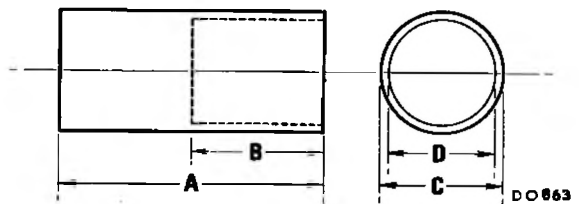

Fig. Nb.19
- (35) Effettuare le operazioni descritte ai punti (21) a (24).
(36) Togliere i tre tiranti d'unione.
(37) Infilare un tubo delle dimensioni date nella Fig. Nb.19 sugli anelli collettori e spingerlo sinchè venga a contatto della pista esterna del cuscinetto. Estrarre quindi il cuscinetto dalla sede.
(38) Rimuovere il dado dell'alberino, la rosetta, la puleggia, la ventola e la chiavetta dell'alberino.
(39) Estrarre il rotore dal supporto lato comando.
(40) Rimuovere l'anello elastico di ritenimento del cuscinetto lato comando ed estrarre il cuscinetto.
(41) Dissaldare le connessioni di campo dagli anelli collettori e rimuovere i detti dall'alberino del rotore.
(42) Estrarre il cuscinetto lato anelli collettori.